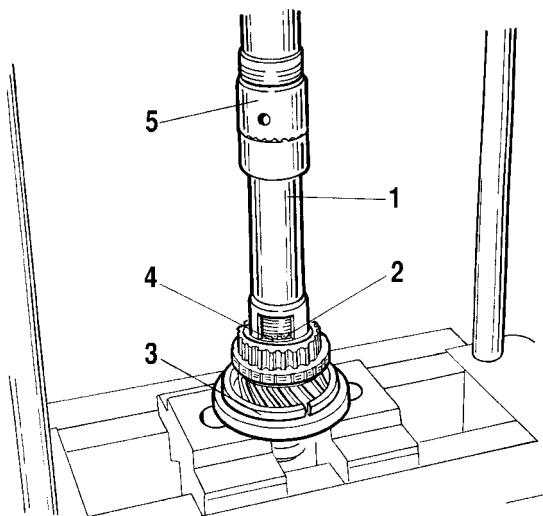

Рис. 3-27. Установка на вторичном валу стопорного кольца:
- установите вторичный вал с оправкой 41.7816.4069 на пресс (рис. 3-27), подложите под шестернию III передачи опорные полукольца 3 и, нажимая оправкой на пружинную шайбу, снимите стопорное кольцо 2, затем пружинную шайбу 4, ступицу скользящей муфты переключения III и IV передач и шестерню III передачи.